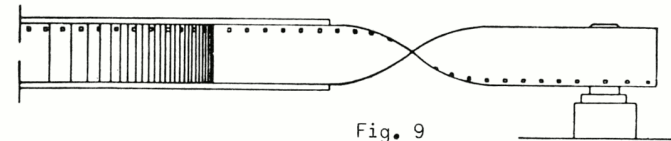

Fig. 9
- Ist der Abstand zwischen der Filmrolle auf der Spule und der oberen Leitrolle des Projektors groß genug, so braucht der Film nicht umgespult zu werden, sondern kann er im Projektor zwischen Spule und Leitrolle verdreht werden (Fig. 9).